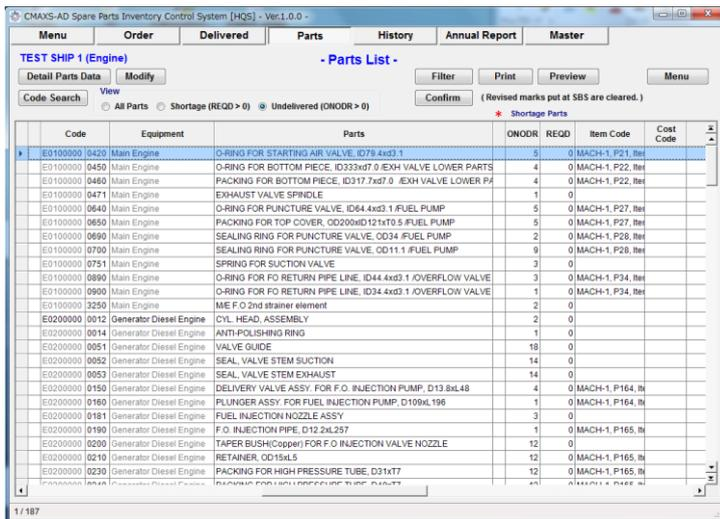

図 18-3 Parts List Screen
- (1) “Parts List 画面”(図 18-3)上の [SMS]を選択してください。